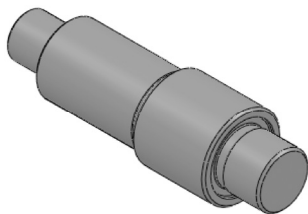

图 8-10 创建倒角特
**05** 创建倒角特征。单击“特征”控制面板中的“倒角”按钮, 或选择菜单栏中的“插入”→“特征”→“倒角”命令, 弹出“倒角”属性管理器。选择倒角类型为“角度距离”, 在“距离”文本框中输入倒角距离为 1, 在“角度”文本框中输入倒角角度为 45, 在绘图区选择各轴截面的棱边, 单击“确定”按钮, 生成 C1 的倒角, 如图 8-10 所示。